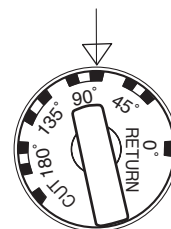
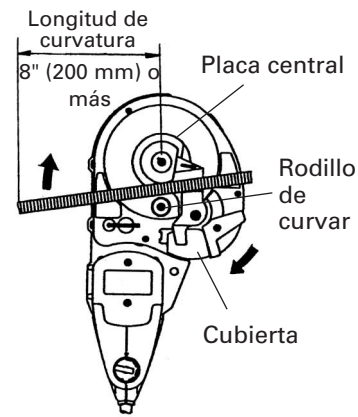
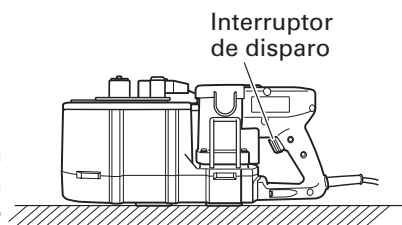

Fig. 13
Fig. 14
Fig. 15
Cuando curve varillas de #3(3/8"), #4(1/2"), y #5 (5/8") de diámetro, se podría producir una diferencia en el ángulo de curvado aún en la misma posición del dial, dependiendo de la diferencia en el espesor de la varilla. Cambie ligeramente la posición del dial de ajuste dependiendo del dial de la varilla, incluso con el mismo ángulo de curvado que el mostrado en la Fig.13.
- (1) Coloque la unidad en su lugar con su mesa giratoria arriba, tal como se indica en la Fig. 14.
- (2) Asegúrese de que la cubierta esté cerrada.
- (3) Ajuste el dial de ajuste al ángulo deseado. (Fig. 13)
- (4) Coloque la varilla sobre la placa central y ajústela correctamente, tal como se muestra en la Fig.14.
- (5) Tire del interruptor de disparo y curve la varilla.
- (6) Continúe tirando del interruptor de disparo hasta que el motor comience a girar en dirección opuesta y el rodillo de curvar inicie el retorno. (Una vez que el rodillo de curvar inicie el retorno, volverá a la posición inicial aunque usted suelte el interruptor de disparo). (Fig. 15)
Si esta longitud de curvatura no es suficiente, la varilla podría desprenderse durante la operación de curvado, o partirse en fragmentos y esparcirse peligrosamente (Fig. 14).